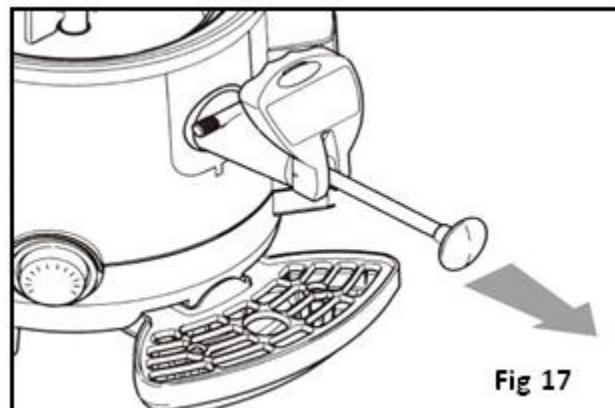

Fig 17
- Den Stab am Hahn in die maximale Ausgießposition bringen (Abb. 17)